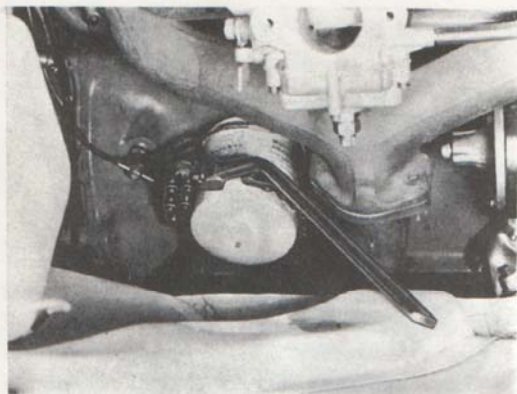

Bild 55. Demontering av oljerenare
1. Demontera den gamla renaren med hjälp av ett verktyg, enligt bild 55.